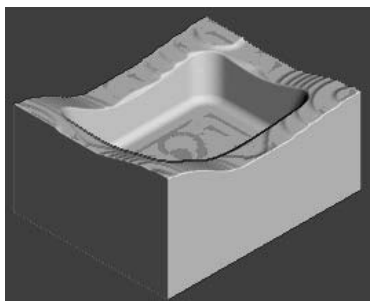

图 3-21 仿真加工结果 1
2) 在“仿真”工具栏的“当前刀具路径”下拉列表中选择要模拟的刀具路径 rough，然后单击“执行”按钮，系统开始自动仿真加工，仿真加工结果如图 3-21 所示。